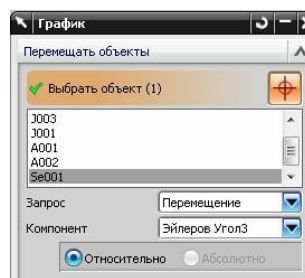

рис.69
- В ответ появится диалоговое окно рис.69.